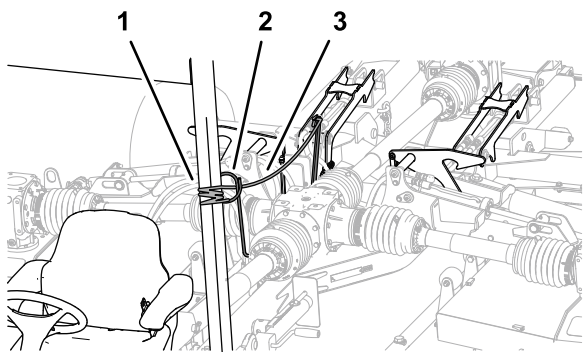

Bild 38
3. Ziehen und halten Sie das Sicherungsseil des Mähwerks (Bild 38).